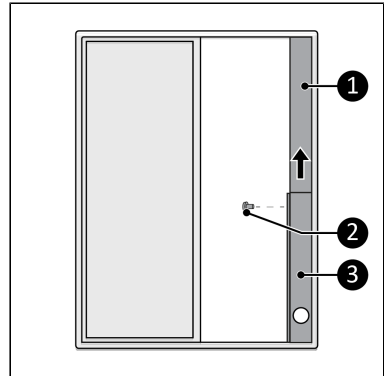

Abbildung 43.
3. Platzieren Sie den mitgelieferten Window Kit-Anschluss in die Öffnung des Fensters (Abbildung 43, Pos. 3).
4. Verwenden Sie das Oberteil (Abbildung 43, Pos. 1), um die Höhe des Fensters anzupassen. Befestigen Sie die beiden Teile mit den mitgelieferten Dübeln (Abbildung 43, Pos. 2).